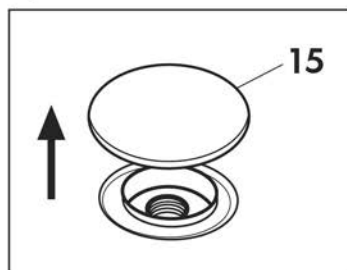

Fig. 4
Introduzir água de preferência desmineralizada ou detergentes não espumosos no reservatório apropriado levantando a tampa (15) (Fig. 4)